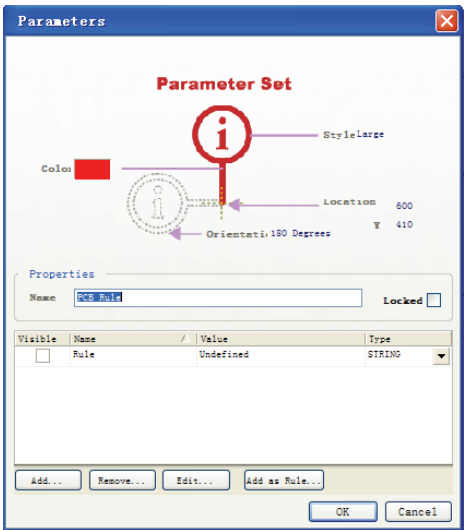
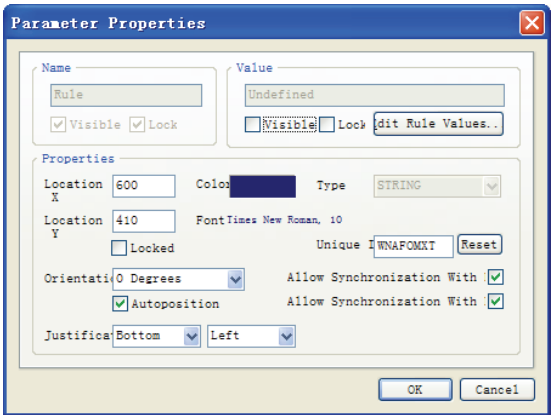

图 12-29 参数设置对话框
图 12-30 参数属性对话框
(2) 双击放置在电源符号上的 PCB 布局标签，打开相应的参数设置对话框，如图 12-29 所示。
(3) 在图 12-29 中，单击 **Edit...** 按钮，打开参数属性对话框，如图 12-30 所示。